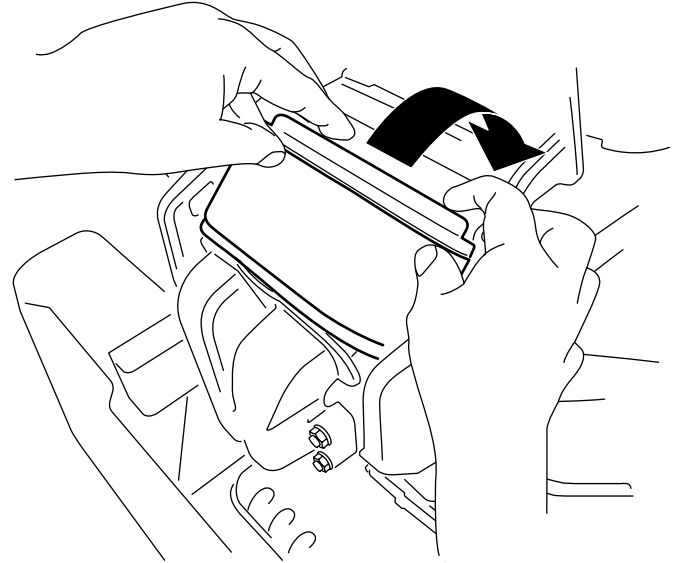

Figura 32
3. Introduzca el filtro en la cámara, girándolo para asentarlo correctamente contra el colector (Figura 32).